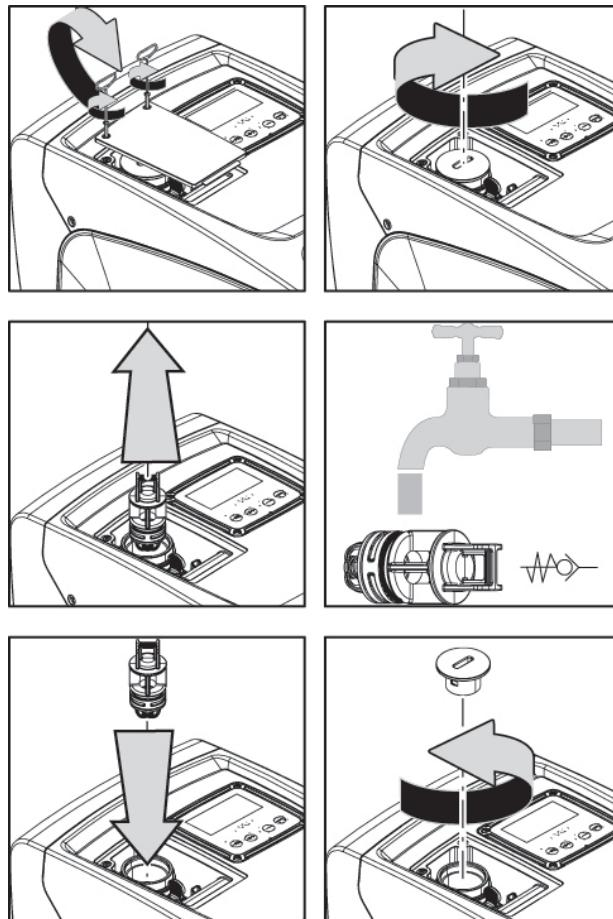

Figure 21
1. retirer la porte d'accès au logement de maintenance extraordinaire (Fig.1 pan F) en dégageant les 2 vis de fermeture à l'aide de l'outil accessoire. Il est conseillé de ne pas retirer entièrement les vis, afin de les utiliser pour extraire la porte. Veiller à ne pas faire tomber les vis dans le système lorsque la porte est démontée (Fig.21);
2. à l'aide d'un tournevis, retirer le bouchon de 1"1/4 afin de pouvoir accéder au clapet de non-retour (Fig.21);
3. à l'aide d'une pince, extraire, sans pivoter, la cartouche du clapet de non-retour en faisant levier sur le pont prévu à cet effet (Fig.21): l'opération pourrait requérir une certaine force ;
5. introduire à nouveau la cartouche complète dans son logement : l'opération requiert la force nécessaire à la compression des 2 joints toriques (Fig.21);
6. visser le bouchon de 1"1/4 jusqu'à la butée : si la cartouche n'a pas été bien enfoncee dans son logement, le vissage du bouchon complète la mise en place (Fig.21);
7. remettre la porte en place et serrer les 2 vis (Fig.21).